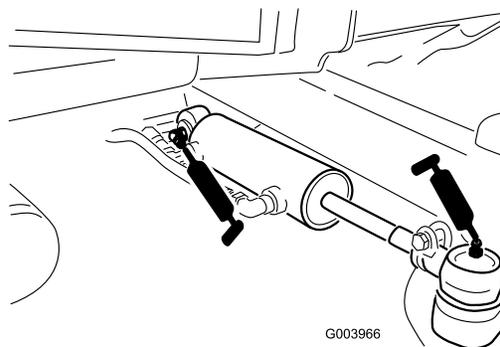

図 56
- ・ ステアリング・シリンダのボール・ジョイント (2ヶ所) (図 56)